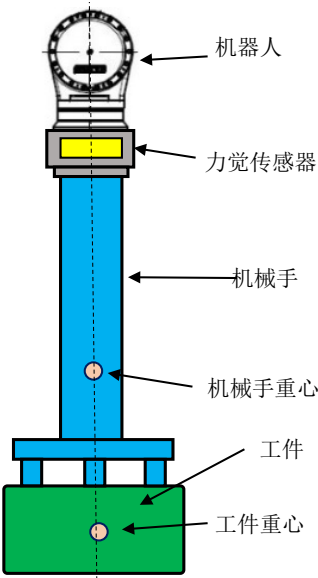

图 3.2.1(b) 质量测量
- 机械手的重心应位于力觉传感器的中心轴上或其附近。（图 3.2.1(b)）
- 求出 3.2.2 的补偿数据时，应准备质量测量用工件样品，并确保此时的工件重心位于力觉传感器的中心轴上或其附近。（图 3.2.1(b)）